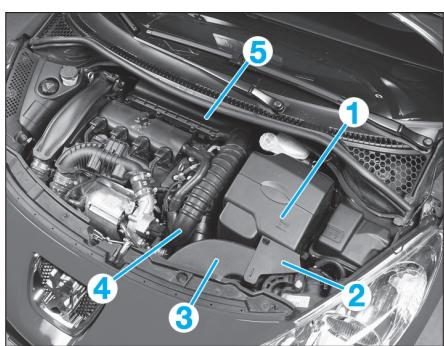

Fig. 74
- Déposer le carter de protection batterie (1) (Fig.74).